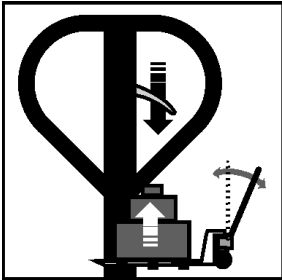

Fig. 7 – Elevar la carga
g. Posicione la palanca para arriba y mueva el cable para elevar la carga (fig. 7).